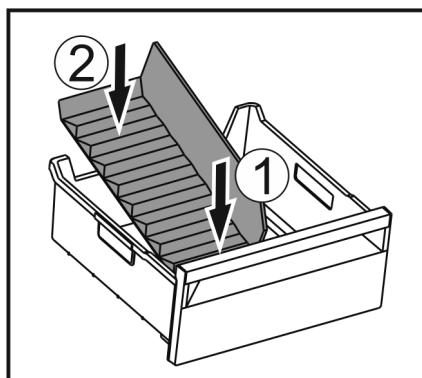

Fig. 158
- Vložte přední část přepážky přihrádky na led. Fig. 158 (1)
- ▶ Zadní část přepážky přihrádky na led spusťte až na dno zásuvky. Fig. 158 (2)